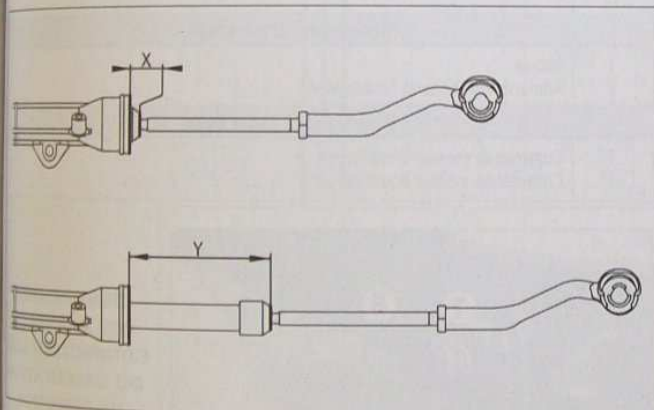

FIG.2
- Braquer la direction en butée à gauche et relever la valeur (X), entre la crémaillère et le boîtier (Fig.2).
- Braquer la direction en butée à droite et relever la valeur (Y).